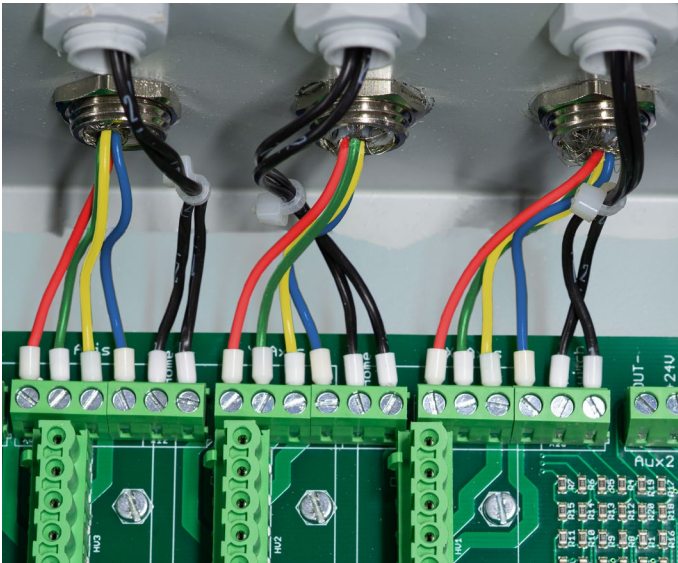

Bild 12: Fertig angeschlossene Leitungen für Schrittmotoren und Endschalter
- Schließen Sie die Kabel an, wie im Schaltplan beschrieben. Siehe Bild 12 auf der nächsten Seite.